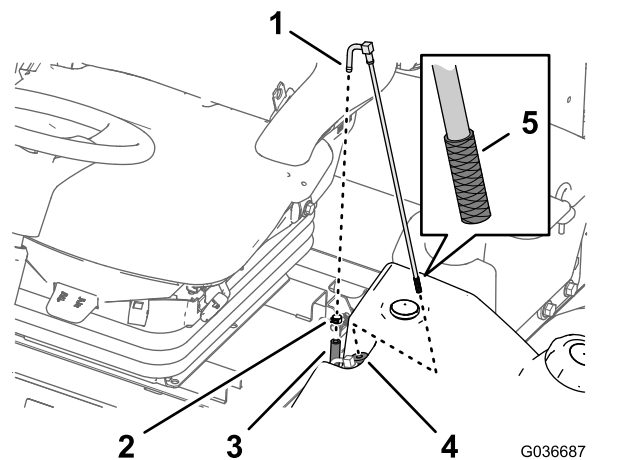

Figura 58
1. Demontujte hadicovou sponu, jež upevňuje přívodní hadici paliva ke šroubení sacího potrubí paliva (Figura 58).
2. Odpojte hadici od šroubení (Figura 58).
3. Vyjměte sací potrubí paliva z palivové nádrže (Figura 58).
4. Ze sítka na konci sacího potrubí paliva odstraňte veškeré nečistoty (Figura 58).
5. Sací potrubí paliva zasuňte do pryžového pouzdra a do nádrže (Figura 58).